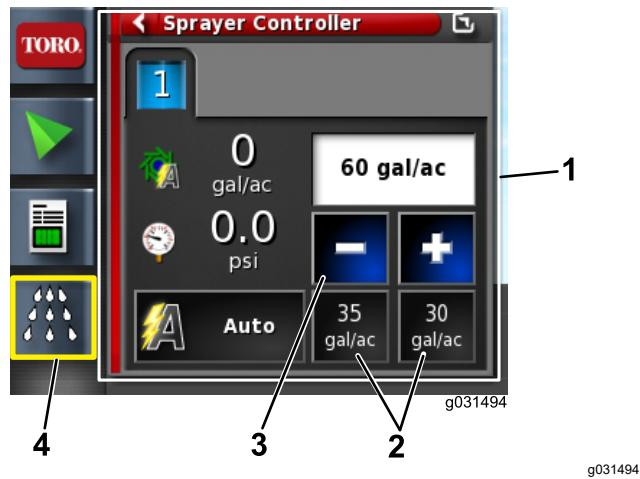

図 67
4. 希望通りの数値でない場合は、プリセットの数値を増減させて調整、または現在のレートのボックスから値を直接手入力する図 67。